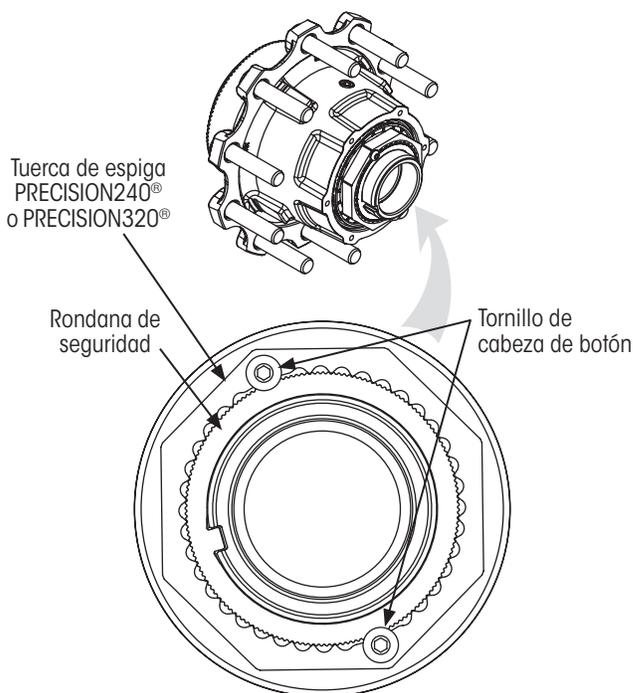

Figura 7: Tornillo de cabeza de botón en sistema de tuerca de espiga PRECISION240® o PRECISION320®
4. Con una llave hexagonal (HERRAMIENTAS REQUERIDAS en página 6), **retire** los tornillos de cabeza de botón de la rondana de seguridad Figura 7.